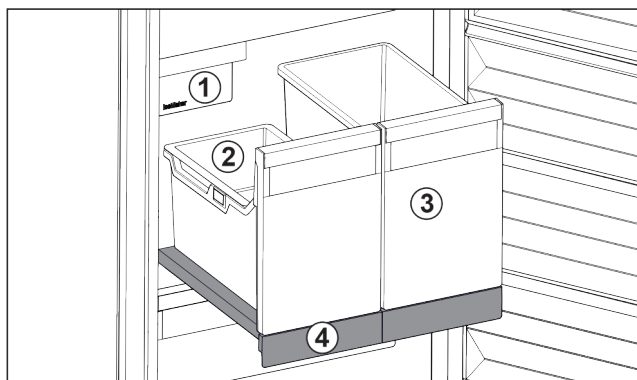

Fig. 99 Vysouvací přihrádka s IceTower
- (1) IceMaker
- (2) Závěsná miska pro kostky ledu
- (3) Nádoba např. pro pizzu, alkoholické nápoje
- (4) Vysouvací přihrádka
Na vysouvací přihrádce jsou dvě vysoké nádoby (IceTower). V nádobě Fig. 99 (2) se shromažďují a skladují kostky ledu z IceMaker. Nádoba Fig. 99 (3) se hodí pro skladování vysokých potravin jako pizzy nebo alkoholické nápoje.